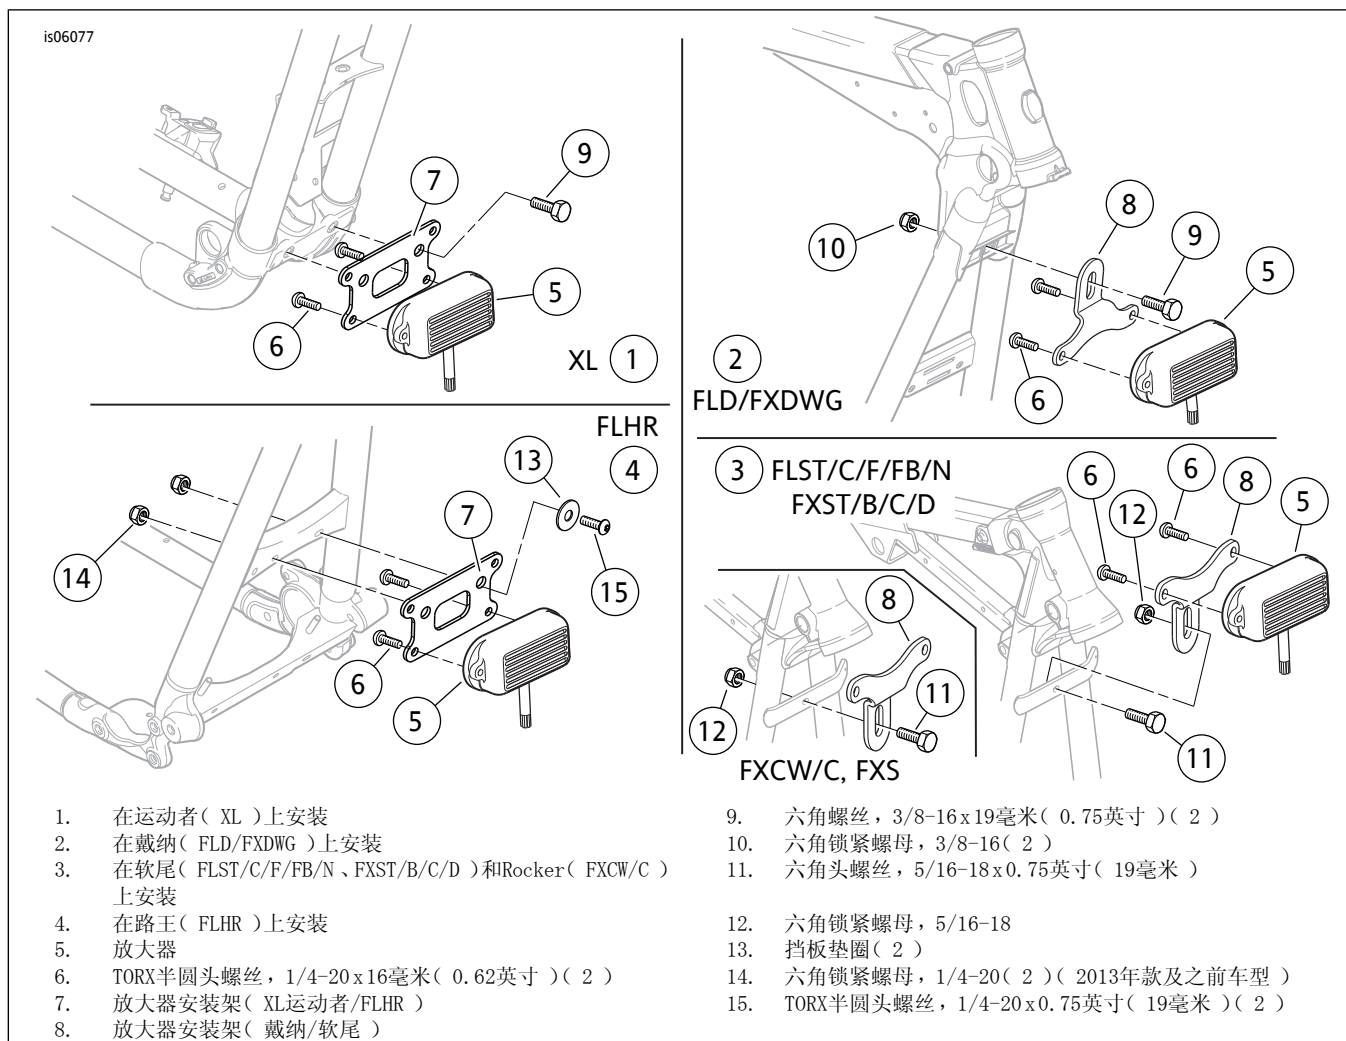

图1. 安装放大器和支架
2. 参见图1。使用螺丝(6)将放大器(5，线束组件的组成部分)安装至支架并拧紧至7.4 N·m(65 in-lbs)。
4. 参见图1。将放大器和支架安装至前下管之间的车架横梁，如图所示。